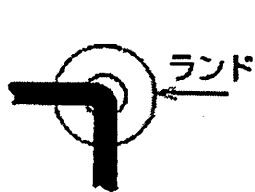
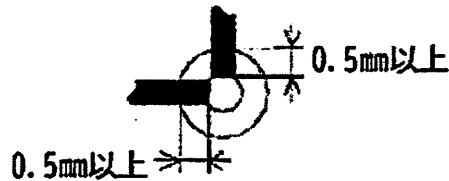

図7 配線の方向を変える場合
図8 直角に交わる場合
- ⑥ スズメッキ配線の直線部分が30mmを超える場合は、浮き上がり防止のために中間にはんだを施してもかまわない。
- ⑦ 配線の変える場合は、図7のようにランド上で行い、そのランドをハンダ付けすること。また2方向から直角に交わるスズメッキ線を配線するランドでは、スズメッキ線を図8のように切断し、そのランドをハンダ付けすること。